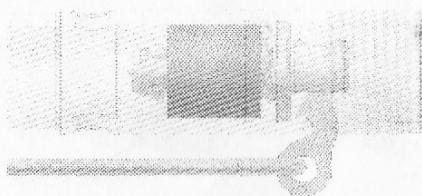

Рис. 10 ↑
6. Надев собачку на тягу, вставить ее в указанное отверстие так, чтобы она попала в поперечное отверстие иглы (рис.10).